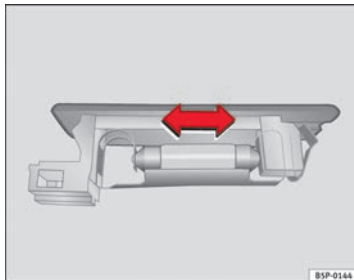

Abb. 157 Gepäckraumbeleuchtung
- Drücken Sie die Lampe zur Seite und nehmen Sie sie aus ihrer Halterung heraus ⇒ Abb. 157.